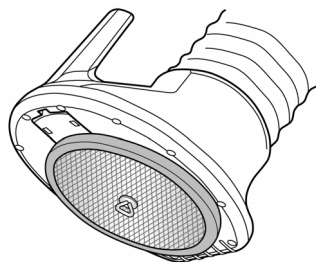

Fig. 5
- 5) 集塵機を起動させ、フィルターが開口部に密着していることを確認してください。（Fig. 5）